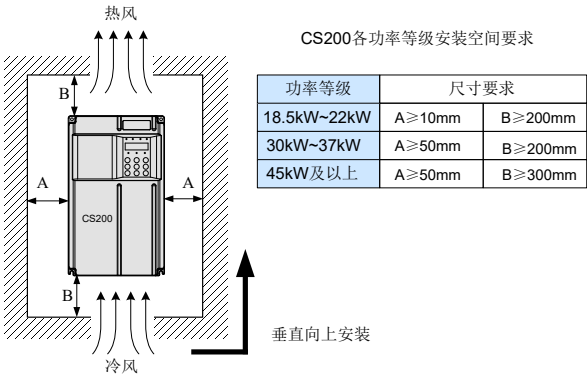

图 3-1 CS200 变频器各功率等级安装空间要求
- ◆ 安装空间要求如图 3-1 所示，需保证变频器有足够的散热空间。预留空间时请考虑柜内其它器件的散热情况。